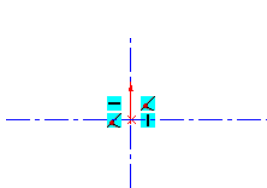

图 2.12.2 绘制中心线
Step2. 绘制中心线。选择下拉菜单  →  →  命令，在图形区绘制图 2.12.2 所示的中心线。